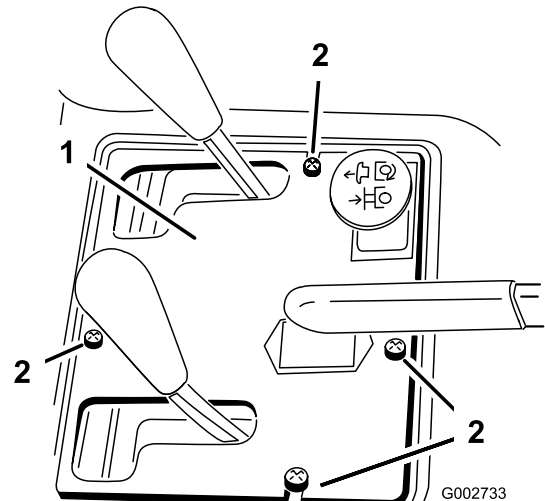

Figura 36
2. Retire los 4 pernos que fijan el panel de control al bastidor (Figura 36).